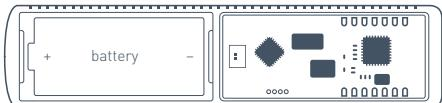

РИС. 5. Вид датчика со снятой верхней крышкой
6.3 Своевременно заменяйте батарею питания на новую. При разряде батареи датчик передает соответствующий сигнал на центральный блок сигнализации. Когда батарея разряжена, при каждой сработке, в том числе по тамперу, датчик кроме обычной индикации осуществляет включение и плавное гашение светодиода. Для смены батареи подденьте защелку «1» [РИС. 3] и снимите верхнюю крышку датчика. Замените батарею «battery» [РИС. 5] на новую, типа CR123A.